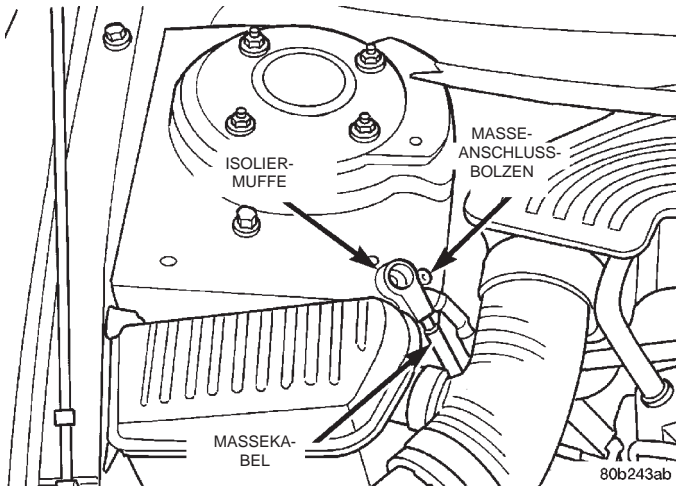

Abb. 3 Korrekt isoliertes Massekabel
(1) Massekabel der Batterie vom Masseanschlussbolzen am Federbeindom abschrauben. Zur Isolierung die Isoliermuffe des Kabels auf den Masseanschlussbolzen schrauben (Abb. 3).